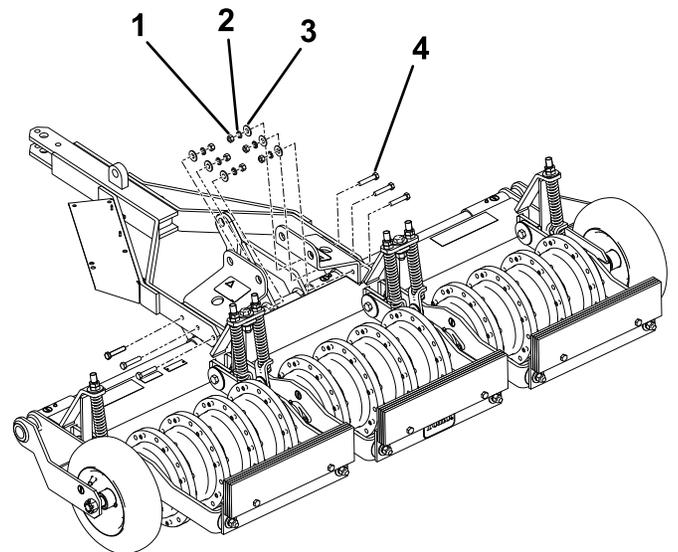

Bild 6
4. Befestigen Sie die Anhängerkupplung und die Halterungen mit den in Bild 6 abgebildeten Befestigungen und ziehen Sie die Muttern mit 54-74 N·m an.